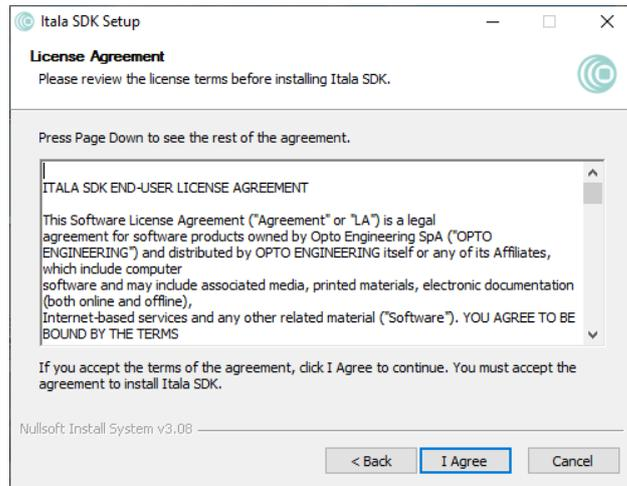

Figure 10: Itala SDK 许可协议窗口。
3. 安装 Itala SDK（Fig.10）之前，请检查许可条款。